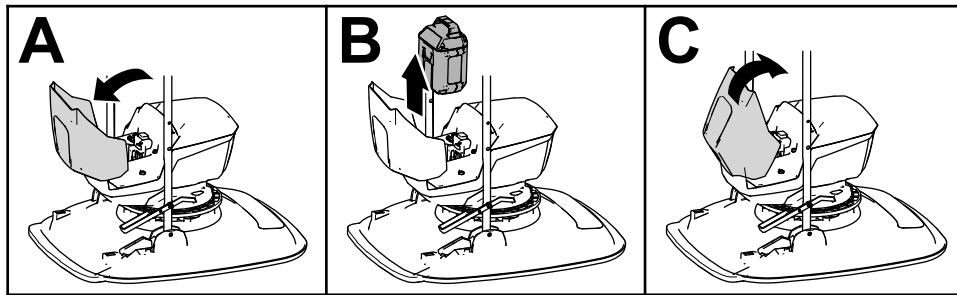

Bild 18
2. Öffnen Sie die Abdeckung des Akkukastens (Bild 18).